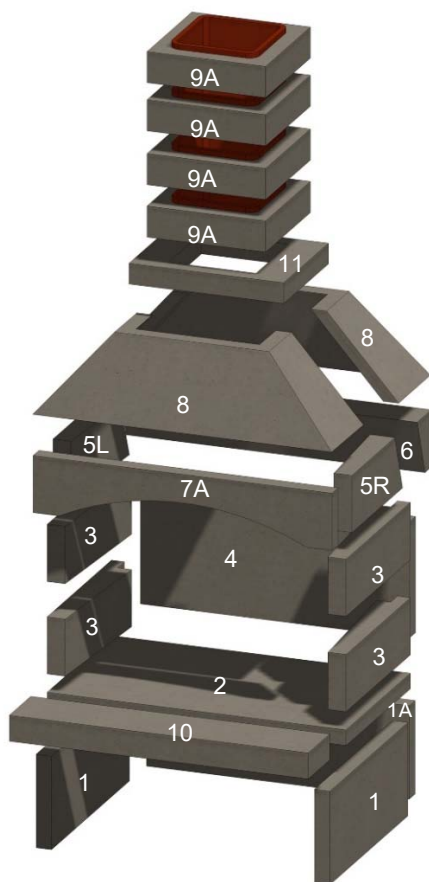
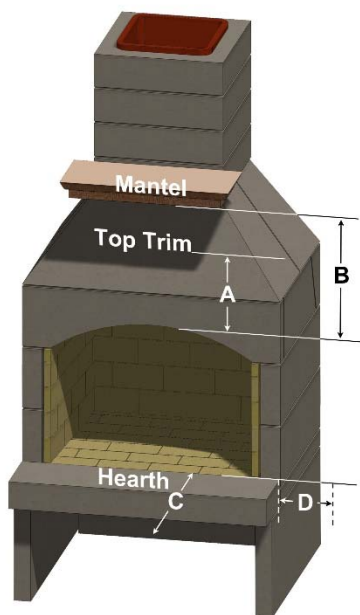

Figura 2. Componentes de la chimenea
Figura 3. Espacios libres (Utilizar con la tabla 2)
La chimenea se entrega como un kit con todos los componentes necesarios para completar la instalación. La disposición de los componentes se muestra en la figura 2. Los componentes se enumeran en la Tabla 1. Las especificaciones y dimensiones de la instalación se muestran en la Tabla 2.
- A. Elementos de la chimenea mostrados en la figura 2 y enumerados en la tabla 1.
Tabla 2: Espacios libres (ver figura 3)
Nota 5: Los revestimientos de arcilla instalados en la sección de humos (elemento 9A, figura 2) cumplen las especificaciones de la sección C315-02 de la ASTM.
Seleccione un lugar en los planos de la casa o en la zona de estar exterior en el que se puedan cumplir todas las distancias mínimas, como se muestra en la Tabla 2 y la Figura 3. Proceda de la siguiente manera. Los números en () son números de posición de la Tabla 1 y la Figura 2. Asegúrese de que la base sobre la que se va a instalar la chimenea es una base sólida y nivelada y está compuesta por material incombustible, como el hormigón.
Si la unidad se va a instalar en el interior, no utilice las patas elevadoras (elementos 1 y 1A, mostrados en la figura 2 y la tabla 1). En su lugar, instale la chimenea sobre
Si es la primera vez que instala el Stone Age, se sugiere que primero monte los componentes sin mortero para familiarizarse con el encaje de los mismos. Véase la figura 2.
R. Asegúrese de que se mantienen las distancias y los espacios libres de la Tabla 2 y la Figura 3. Asegúrese de que el hogar y el suelo debajo y delante del hogar estén hechos de materiales totalmente incombustibles, y no sólo de un revestimiento de suelo incombustible. Una vez terminada la instalación del hogar, si la chimenea está completa y no continúa a través de un techo o estructura, está listo para instalar el acabado exterior. Si la chimenea continúa a través de un techo o estructura, proceda a los párrafos 4.0 y 4.1 antes de comenzar la aplicación del acabado.